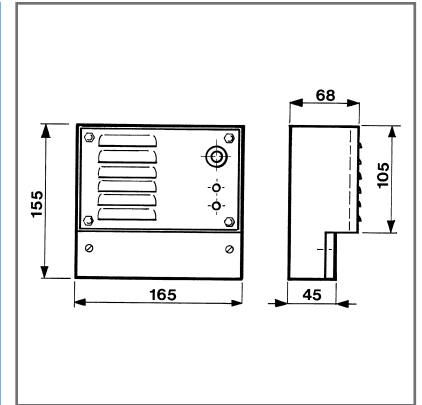

Fig. 15-1
- 24 V DC/0,25 A, siehe Fig. 15-1